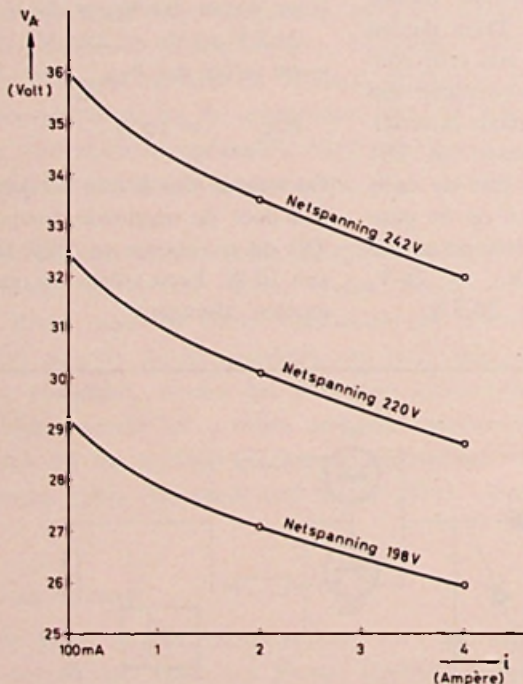
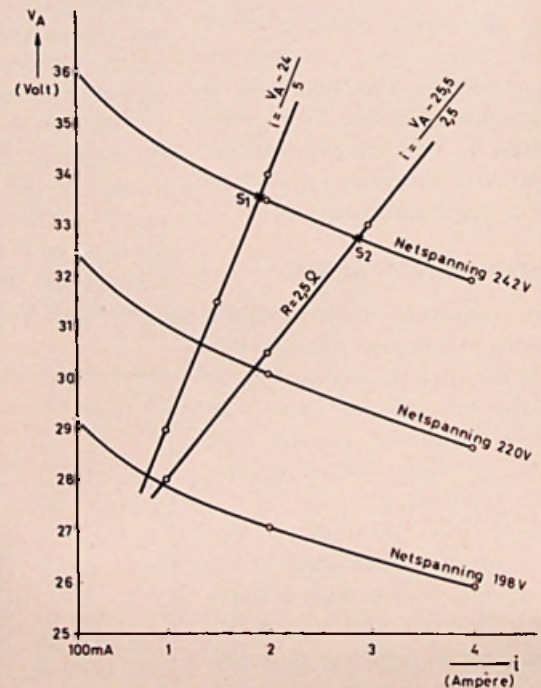

Fig. 3. Gelijkgerichte en afgevlakte secundaire trafospanning als functie van de belastingsstroom bij verschillende netspanningen
Fig. 4
ting volgens de grafiek in fig. 3. Het verloop van deze grafieken, gemeten bij maximale, nominale en minimale netspanning, is uiteraard sterk afhankelijk van de gebruikte voedingstransformator. Het is duidelijk dat de maximale dissipatie optreedt bij maximale netspanning en maximale belasting. V_A is dan 31,9 V en $i = 4$ A, zodat de dissipatie van de regeltrap gelijk is aan: $P = (V_A - V_B) \cdot i = (31,9 - 24) \cdot 4 = 31,6$ W.
- we kennen de belastingskarakteristiek van de transformator (fig. 3)
In de grafiek van fig. 3 - die immers een V_A/i -karakteristiek is - kan de
lijn $i = \frac{V_A - 24}{5}$ worden ingetekend (zie fig. 4)
Deze lijn kan eveneens in de grafiek van fig. 3 worden ingetekend (zie fig. 4). Het snijpunt met de karakteristiek bij 242 V netspanning (S2) levert weer het punt van maximale dissipatie op. R dissipeert dus maximaal als: